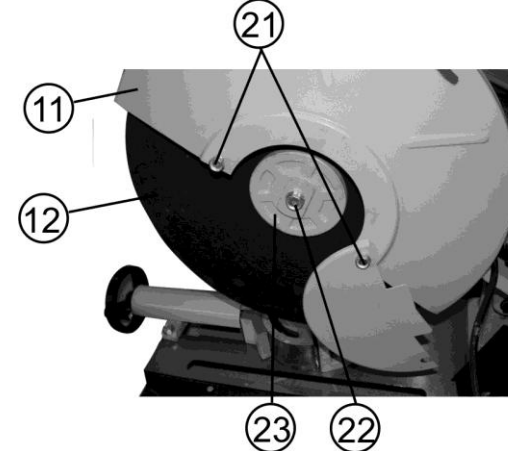

Рис. 6
12.1. Снятие отрезного диска (Рис. 6)
12.1.1. На защитном кожухе отрезного диска (11) ослабьте фиксацию двух установочных болтов (21) и, как показано на Рис. 6, освободите доступ к креплению отрезного диска (12).
12.2. Установка отрезного диска, Рис. 6